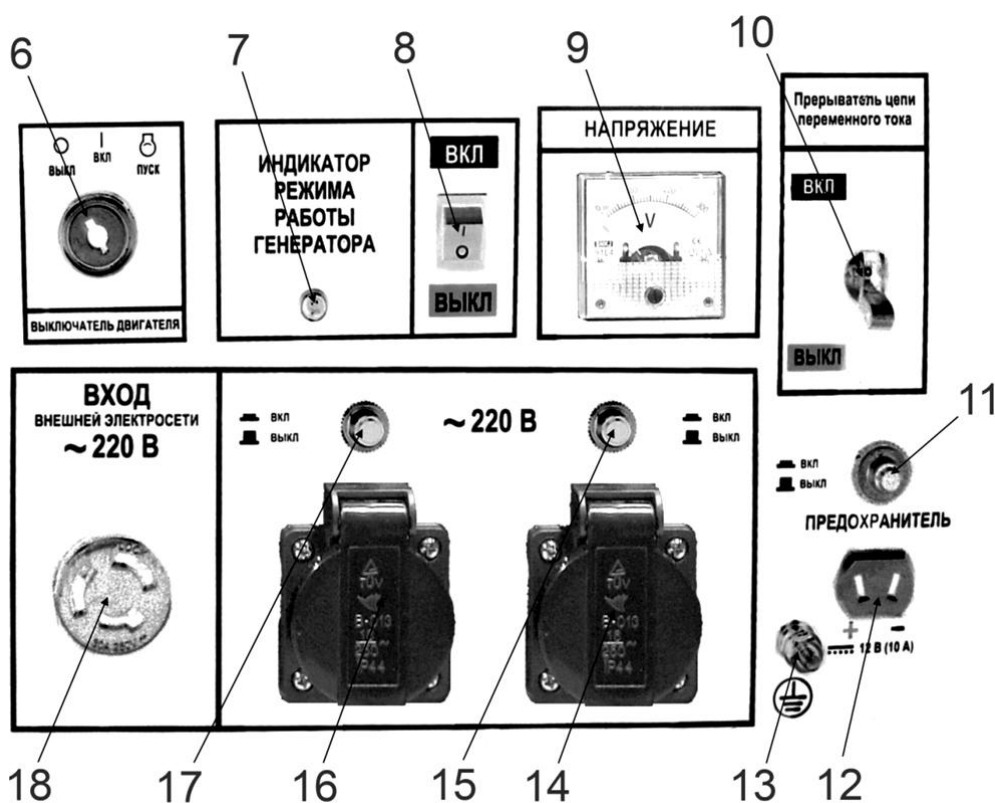

Рис. 2
- Выключатель двигателя (6)(См. Рис.2) управляет системой зажигания.
- Выключатель переменного тока (10)(См. Рис.2) автоматически отключается при превышении нагрузки, на которую рассчитан генератор.